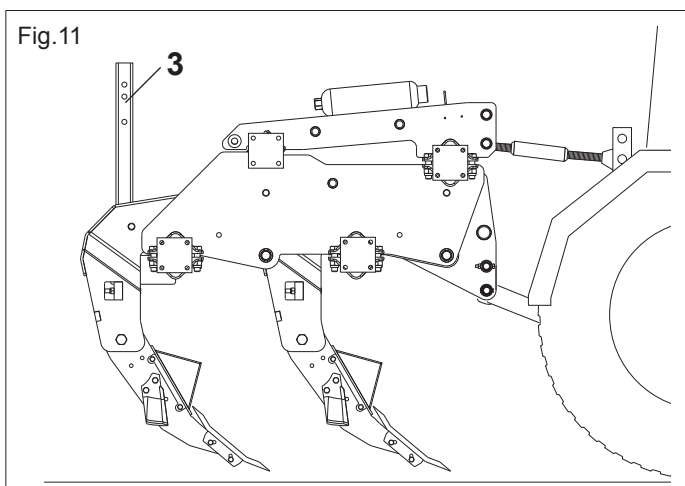

Fig.11
- 5) Ridicați suporturile de susținere, așa cum este indicat în Fig.11 (3).